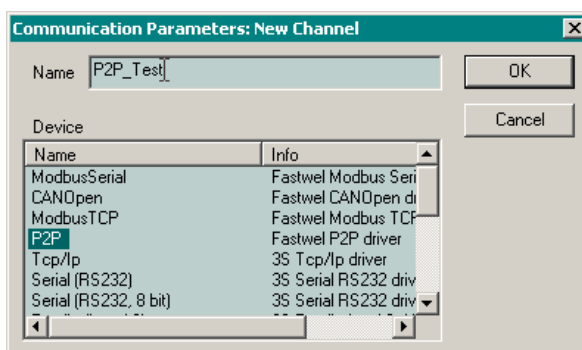
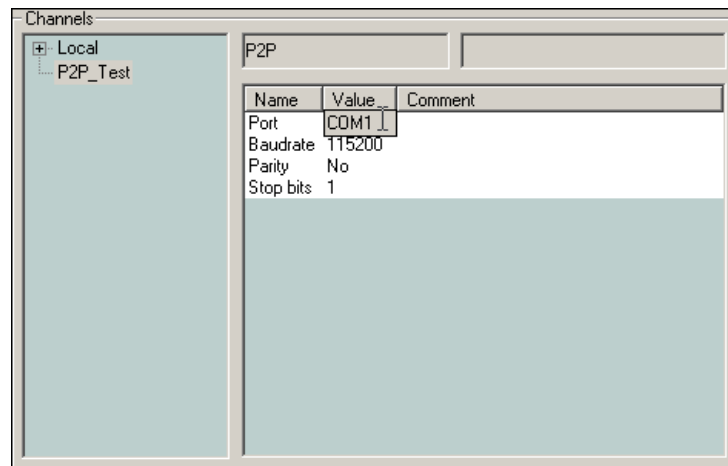

Рис. 16. Создание канала с использованием драйвера Fastwel P2P driver
Рис. 17. Настройка параметров канала
- Для создания логического информационного канала через последовательный порт нажмите кнопку **New** и в появившейся диалоговой панели введите имя создаваемого канала, а в списке **Device** выберите строку *P2P: Fastwel P2P driver*, как показано на рис. 16, введите имя канала в поле **Name** и закройте диалоговую панель нажатием кнопки **OK**. В древовидном списке **Channels** диалоговой панели **Communication Parameters** появится элемент, соответствующий созданному каналу, а в таблице параметров канала справа – параметры созданного канала, как показано на рис. 17.